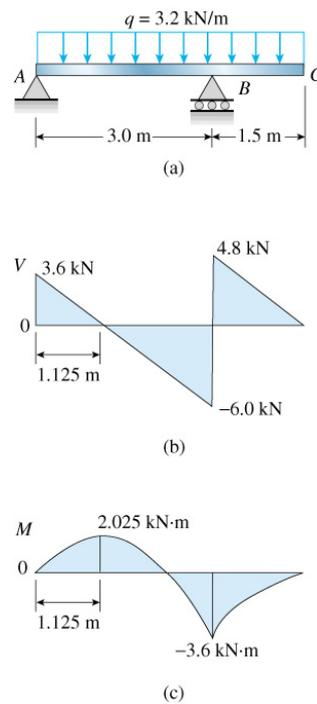
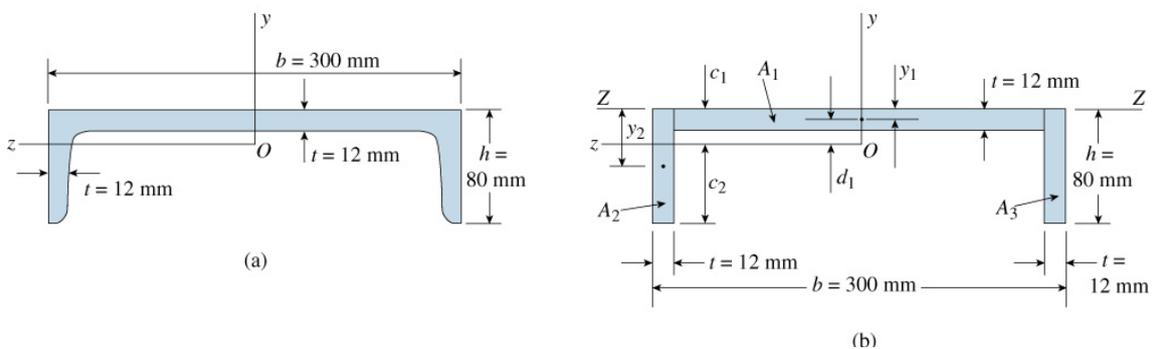

Figura 13 – Tensões em uma viga com segmento suspenso.
Figura 14 – Seção transversal da viga do exercício 2. (a) Forma real (b) forma idealizada utilizada para análise.
2. A viga ABC ilustrada na Figura 13 tem apoios simples A e B e uma extremidade suspensa de B até C . O comprimento do vão é $3,0\text{ m}$ e o comprimento da extremidade suspensa é de $1,5\text{ m}$. Um carregamento uniforme de intensidade $q=3,2\text{ kN/m}$ atua ao longo de todo o comprimento da viga ($4,5\text{ m}$). A viga tem uma seção transversal na forma de canal com largura $b=300\text{ mm}$ e altura $h=80\text{ mm}$, como mostra a Figura 14.a. A espessura da alma é $t = 12\text{ mm}$, e a espessura média nos flanges é a mesma. Com o propósito de calcular as propriedades da seção transversal, assuma que a seção transversal consiste de três retângulos, conforme ilustrado na Figura 14.b.